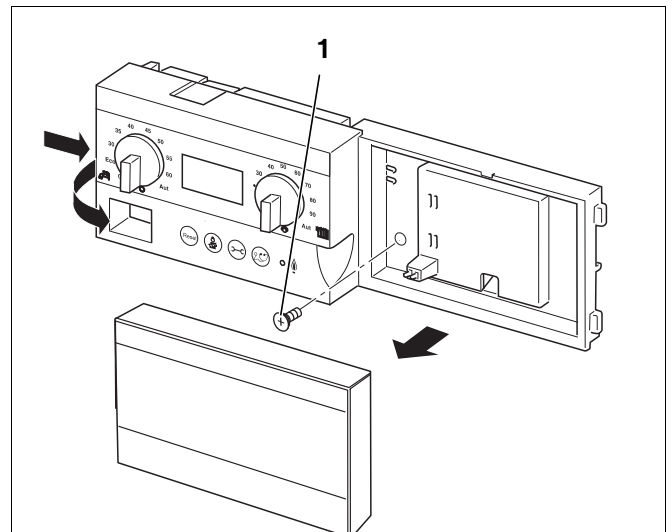

Bild 39 Sicherungsschraube lösen und Basiscontroller Logamatic BC10 herausnehmen
- Sicherungsschraube (→ Bild 39, [1]) lösen, Lasche links (→ Bild 39, **Pfeil**) am Basiscontroller Logamatic BC10 eindrücken und Basiscontroller nach vorne abnehmen.